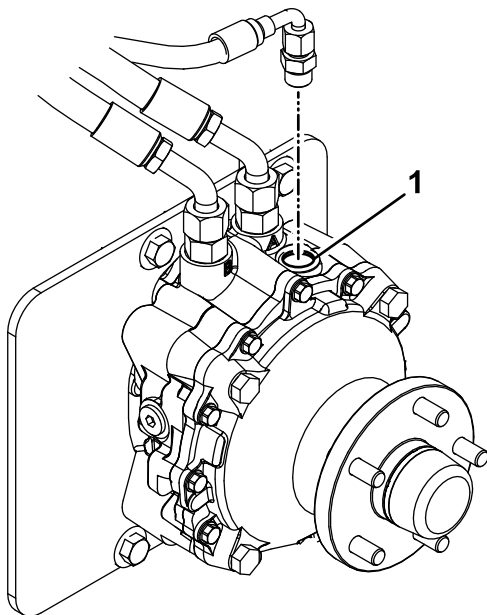

Figura 69
9. Remova o tampão de enchimento no topo de cada motor da roda (Figura 69).